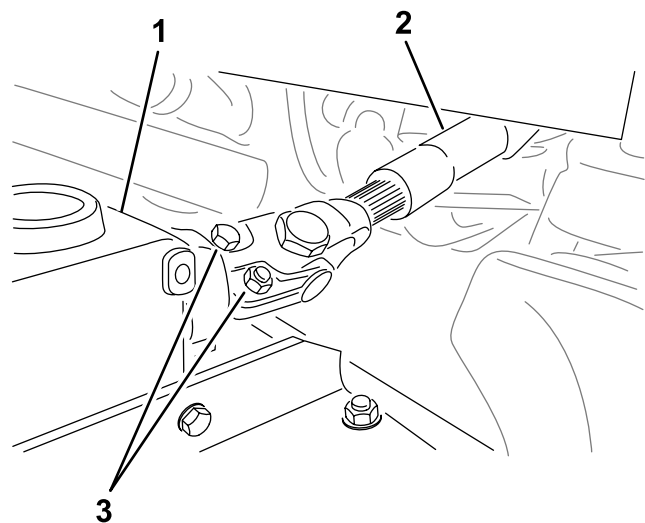

Рисунок 21
- Выверните болты с гайками с вала отбора мощности (Рисунок 21) и снимитевилку с редуктора.